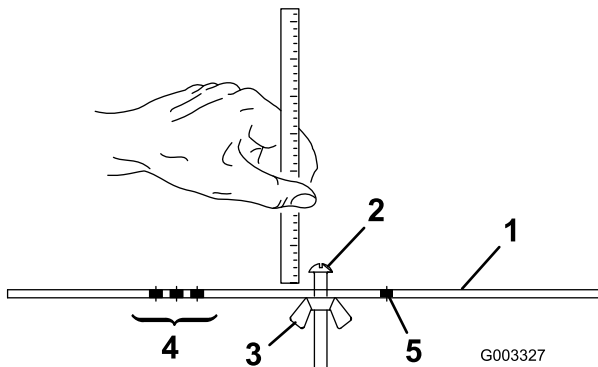

Figura 17
2. Afloje la tuerca de la barra de ajuste (Figura 17) y ajuste el tornillo para la altura de corte deseada.